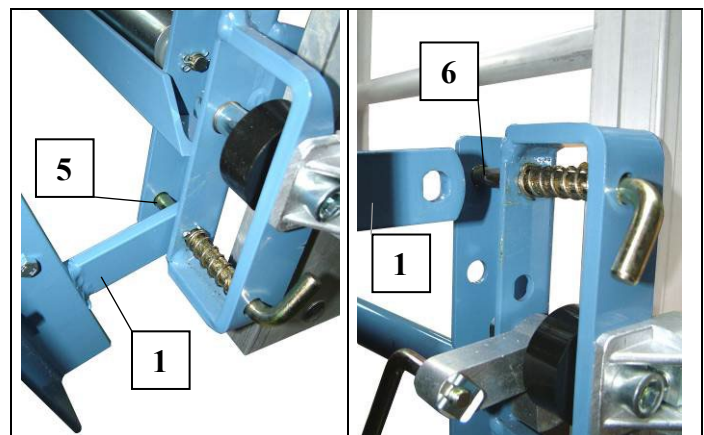

Fig. 43 Universeel plateau monteren
- Vario-platform (zoals het universele plateau) inhangen aan de onderste veergrendels aan de slede en aan de beide bovenste veergrendels uitlijnen (zie Fig. 43).
- Grendel van het steunstuk (4) verwijderen.
- Schuifbuis (8) uit de veiligheidsschroef (9) trekken en uitklappen.
- Schuifbuis (8) weer vastzetten.